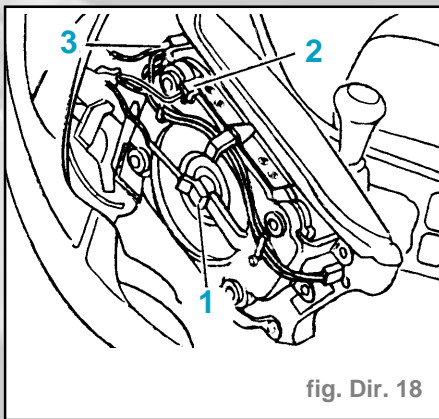

fig. Dir. 18
- Débrancher les connecteurs de (fig. Dir. 18) :
- la pastille explosive (1)
- l'avertisseur (2)
- le connecteur du volant (3)